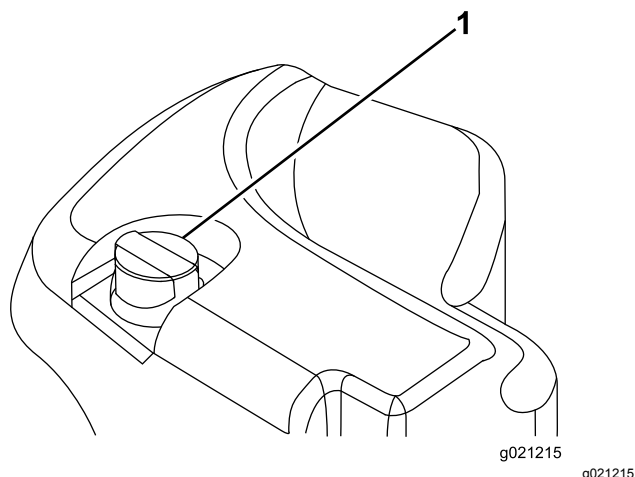

Figura 66
2. Limpie la zona alrededor del cuello de llenado y el tapón del depósito hidráulico (Figura 66).